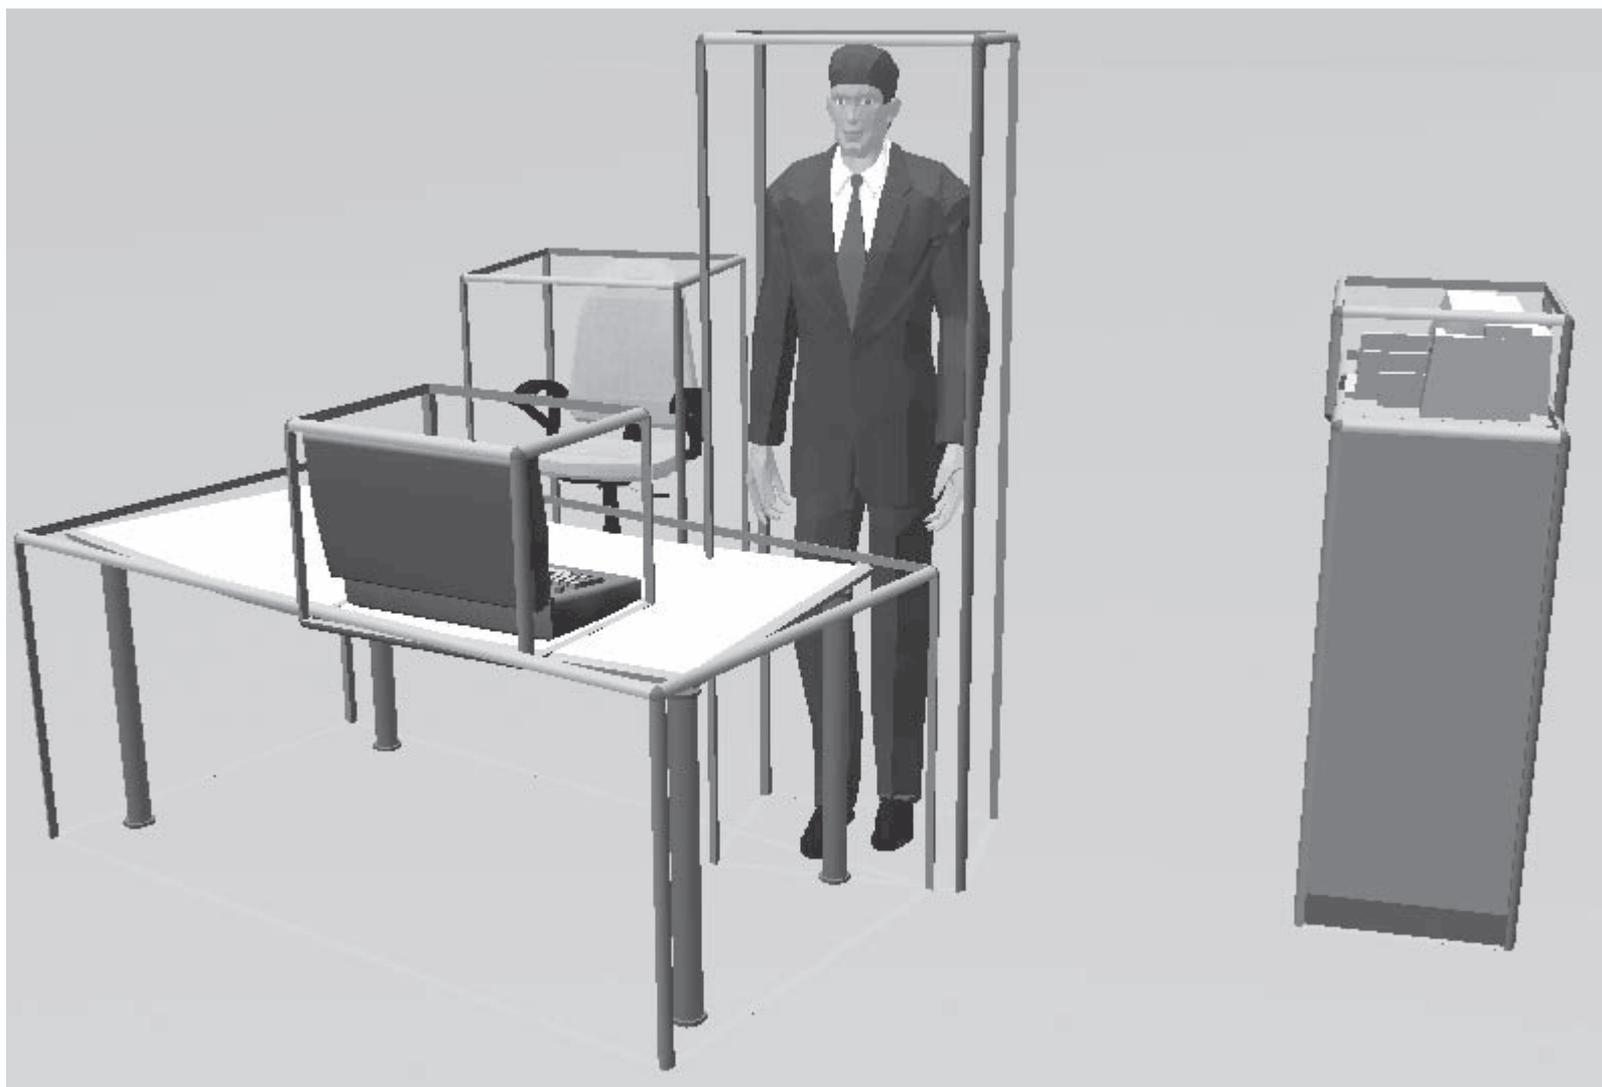

Рис. 5.30. Выделение нескольких объектов в трехмерной сцене
4. Нажмите и удерживайте клавишу Shift. В это же время по очереди щелкните кнопкой мыши на каждом из объектов трехмерной сцены. В результате модель приобретет вид, как на рис. 5.30.